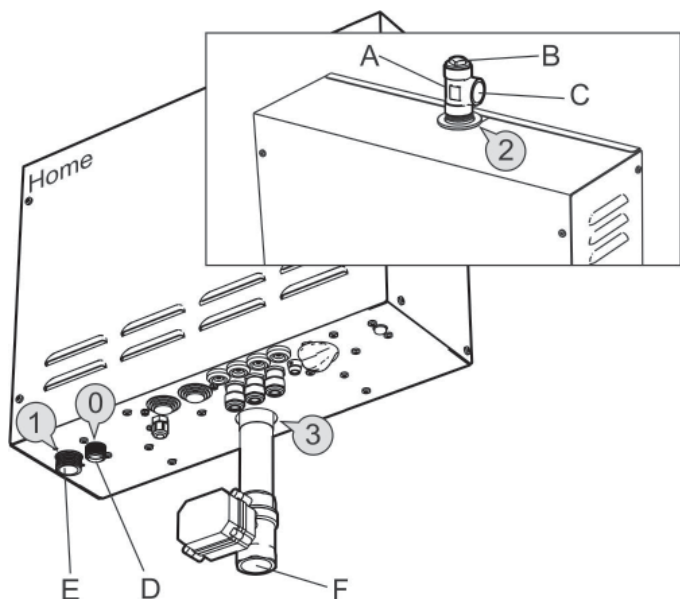

Fig. 6 Ånggenerator typ Home
Anslut **kallt** vatten till koppling 1 (Fig. 6,7) på ånggeneratoren. Tryck för inkommande vatten skall vara mellan min. 0.2 och max 10 bar (min. 20kPa och max 1000kPa). För att undvika ljudsmällor skall vattenanslutningen mellan kopparrör (inv. Ø min 12 mm) och ånggenerator bestå av ca 1 meter böjlig armerad gummislang.
Montera kopplingen, med lockmuttern uppåt, i ångutloppet 2 (Fig. 6,7) på ånggeneratoren. Anslut kopparrör med invändig diameter på minst 18mm, till kopplingens ångutlopp (C). Angröret kan ha fall antingen mot ångbadrummet eller mot ånggeneratoren. Alternativt kan angröret monteras med fall både mot ångbadrummet och mot ånggeneratoren.
Anslut avloppsroret ett kopparrör av god kvalitet med minsta innerdiameter Ø25mm till anslutning F (3)(Fig. 6 och 7) på ånggeneratorn. Avloppsroret leds till närmaste avlopp utanför ångbadrummet. Temperaturen på vattnet vid tömning är ca 80-85°C.
Ett avloppsror anslutet till säkerhetsventil D (0)(Fig. 6 och 7) skall installeras i en kontinuerlig nedåtgående riktning och i en frostfri miljö.